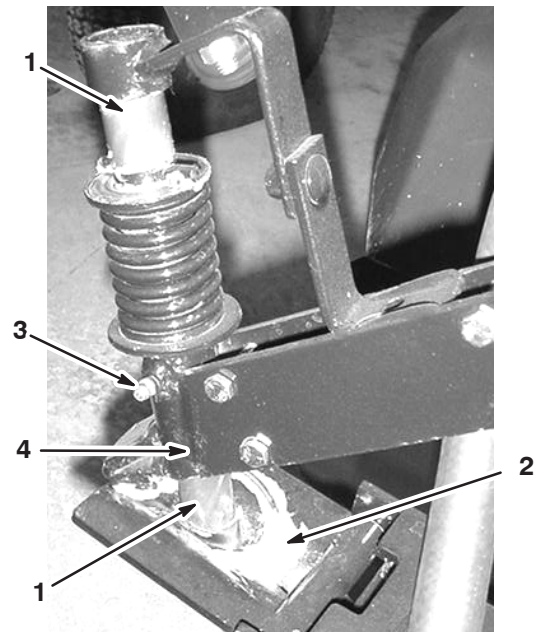

Figura 41
1. Aplique manualmente a massa lubrificante no eixo do suporte e dentro do assento de esfera da placa do engate como mostrado na figura 41.